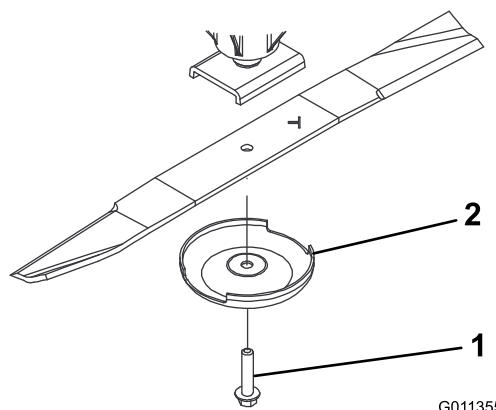

Bild 68
2. Halten Sie das Ende des Messers mit einem stark wattierten Handschuh oder wickeln Sie einen Lappen um es herum. Entfernen Sie die Messerschraube, die Antiskalpierschale und das Messer von der Spindelwelle (Bild 68).
3. Setzen Sie das Messer (der Flügel sollte zum Mähwerk zeigen) mit der Antiskalpierschale und der Messerschraube ein (Bild 68). Ziehen Sie die Messerschraube mit 115-149 N·m an.